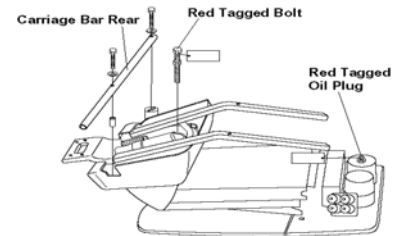

Fig.3-3 Removing Carriage Bar Rear, Red Tagged Bolt and Oil Plug
- (3) Retirez la barre de transport arrière (Fig 3-3)
- (4) Retirez la vis de blocage (boulon de transport) du centre du berceau du fauteuil (Fig 3-3)
- (5) Retirez le bouchon du réservoir d'huile (Fig 3-3)